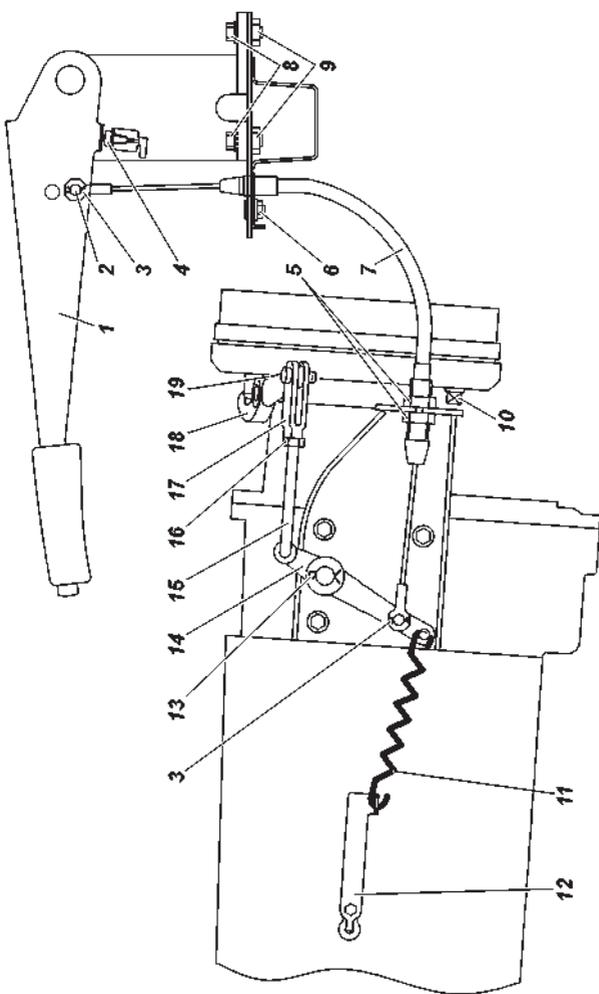

Рис. 9.27. Привод стояночного тормоза трансмиссионный.
Трансмиссионный стояночный тормоз, действующий на трансмиссию (рис. 9.27).
2. Переместите рычаг стояночного тормоза 1 (рис. 9.27) в крайнее нижнее положение.